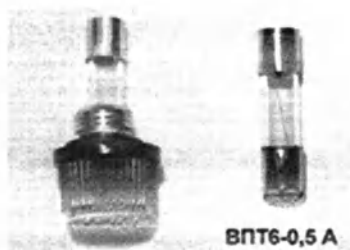

Рис.3. Вид сзади. Помпа "GENINTER®" с регулируемым вакуумом для аспирации ооцитов по ТУ 32.50.13-001-72923880-2022. Предохранители ВПТ6-0,5А(14).
14. Предохранители ВПТ6-0,5А (см. рис.3);
15. Вход электропитания 12V(см. рис.3).